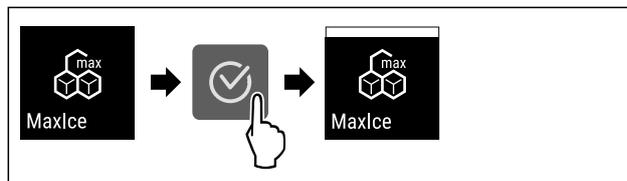

Fig. 22
- ▶ Suivre les étapes (voir Fig. 22) .